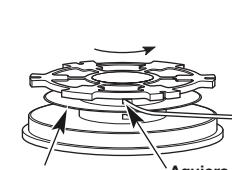
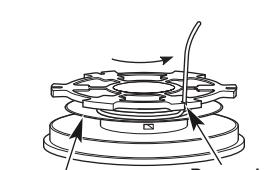

Fig. 16
Fig. 17
2. Inserte el extremo de la línea en el agujero superior del carrete interior (Fig. 16). Enrolle firmemente en la dirección que se muestra en el fondo del carrete interior hasta que queden aproximadamente 6 pulgadas (150 mm) de línea. Mantenga la línea por encima de la pared separadora. Inserte la sección de 6 pulgadas dentro de la ranura de sujeción de 0.095 opuesta (Fig. 17).